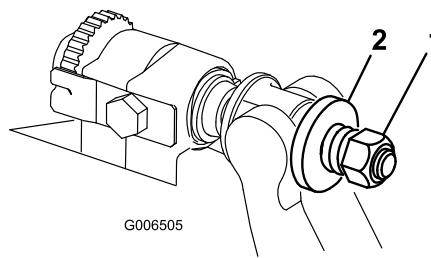

Figura 32
- Apriete la tuerca de tensado del muelle hasta que el muelle esté comprimido del todo, luego aflojela 1/2 vuelta (Figura 32).